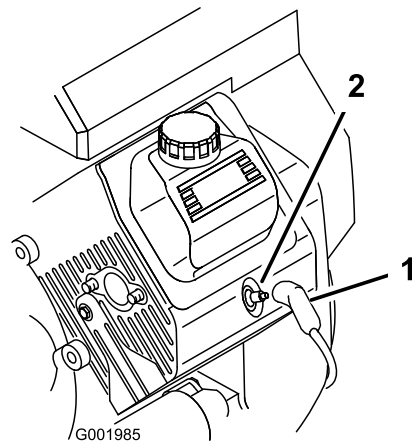

Bild 39
3. Ziehen Sie die Kabel von den Zündkerzen ab (Bild 39).
3. Stecken Sie die Kabel auf die Zündkerzen (Bild 39).